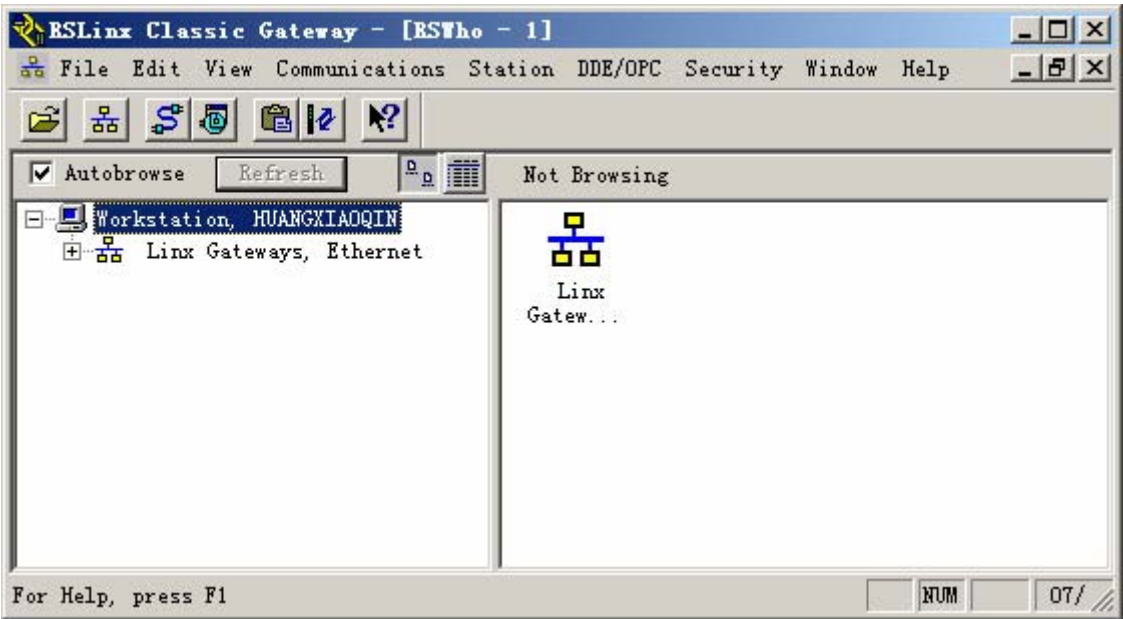

图 8-2 RSLinx 主界面
5. 在如图 8-2 所示RSLinx主界面中，点击工具栏中按钮打开“RDWho”界面，如下图所示，获取设备连接信息。